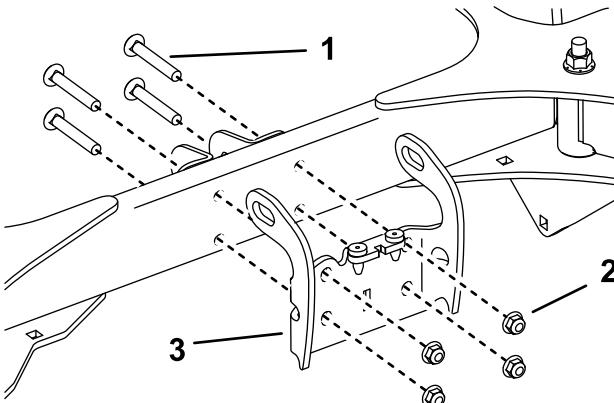

Figure 4
1. Retirez les 4 boulons de carrosserie (3/8 x 2½ po), les 4 écrous (3/8 po) et le support de blocage (Figure 4).